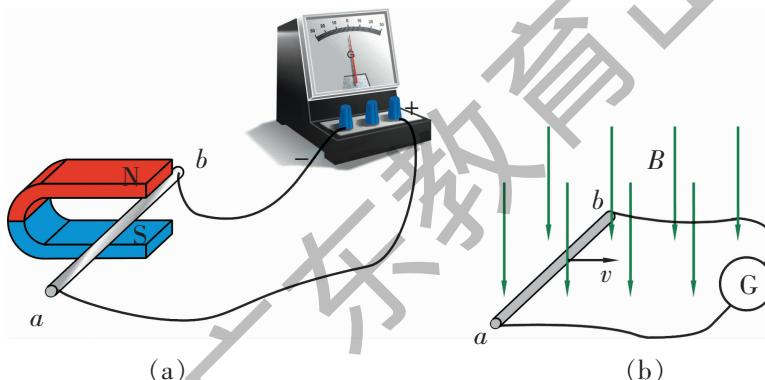

图 1-2-1 利用蹄形磁铁的探究实验
如图 1-2-1 (a) 所示，将导体 ab 和电流表连接组成闭合电路。
(1) 当导体 ab 在磁场中做切割磁感线运动时，观察电流表的指针是否偏转。
(2) 当导体 ab 在磁场中做与磁感线平行的运动时，观察电流表的指针是否偏转。
(3) 借助图 1-2-1 (b)，分析当导体 ab 在磁场中做切割磁感线运动时，穿过由导体 ab 和电流表组成的闭合电路的磁通量变化情况。